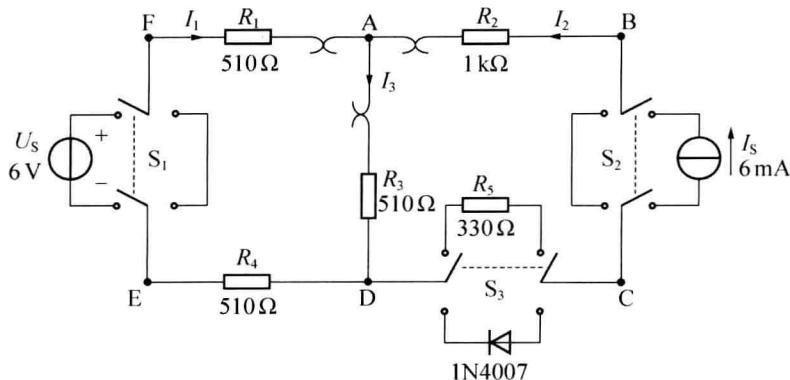

图 1-3 直流电路电位的测量
利用 HE-12 实验箱上的“基尔霍夫定律/叠加原理”电路，按图 1-3 接线。
(6) 把电流插座专用线的电源插头插入电流插座（见图 1-4），测量 I_1 、 I_2 、 I_3 ，记录在表 1-4 中。此时电流表显示的电流值以图 1-3 中的电流方向为参考方向。
以 A、D 点为电位参考点, 按图 1-3 给出的数据, 计算 A、B、D、F 各点电位, 填入表 1-3 中。